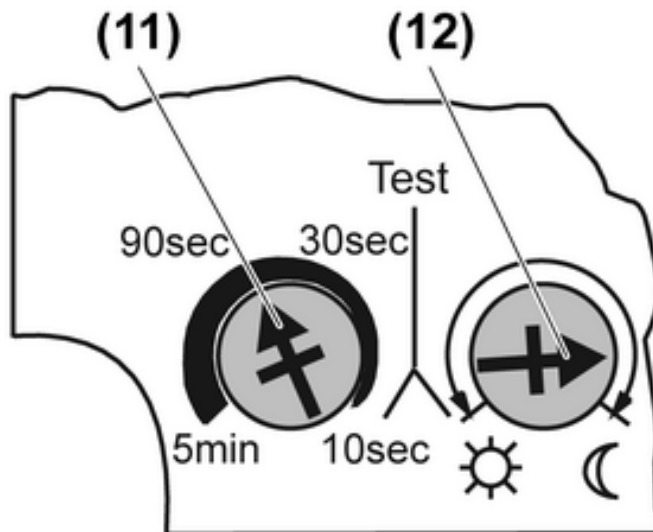

Bild 5: Nachlaufzeit und Helligkeitsschwelle einstellen
Der Bewegungsmelder verfügt auf der Rückseite des Gehäuseoberteils über einen Einsteller für die Nachlaufzeit (11) und die Helligkeitsschwelle (12) (Bild 5).
- Gewünschte Nachlaufzeit mit Einsteller (11) einstellen.
- Gewünschte Helligkeitsschwelle mit Einsteller (12) einstellen, dabei steht das Symbol ☀ für Tagbetrieb, also helligkeitsunabhängiges Schalten und das Symbol ☾ für minimale Helligkeit.
- ⓘ Soll das Gerät bei Beginn der Dämmerung schalten, den Einsteller (12) wie im (Bild 5) dargestellt einstellen.